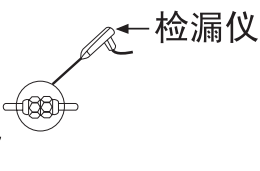

图 45
- 3 在接口处用检漏仪或者肥皂水来检查是否有泄漏。（如图45）
- 4 用 ⑩ 塑料绝缘带把铜管和连接电缆包起来。